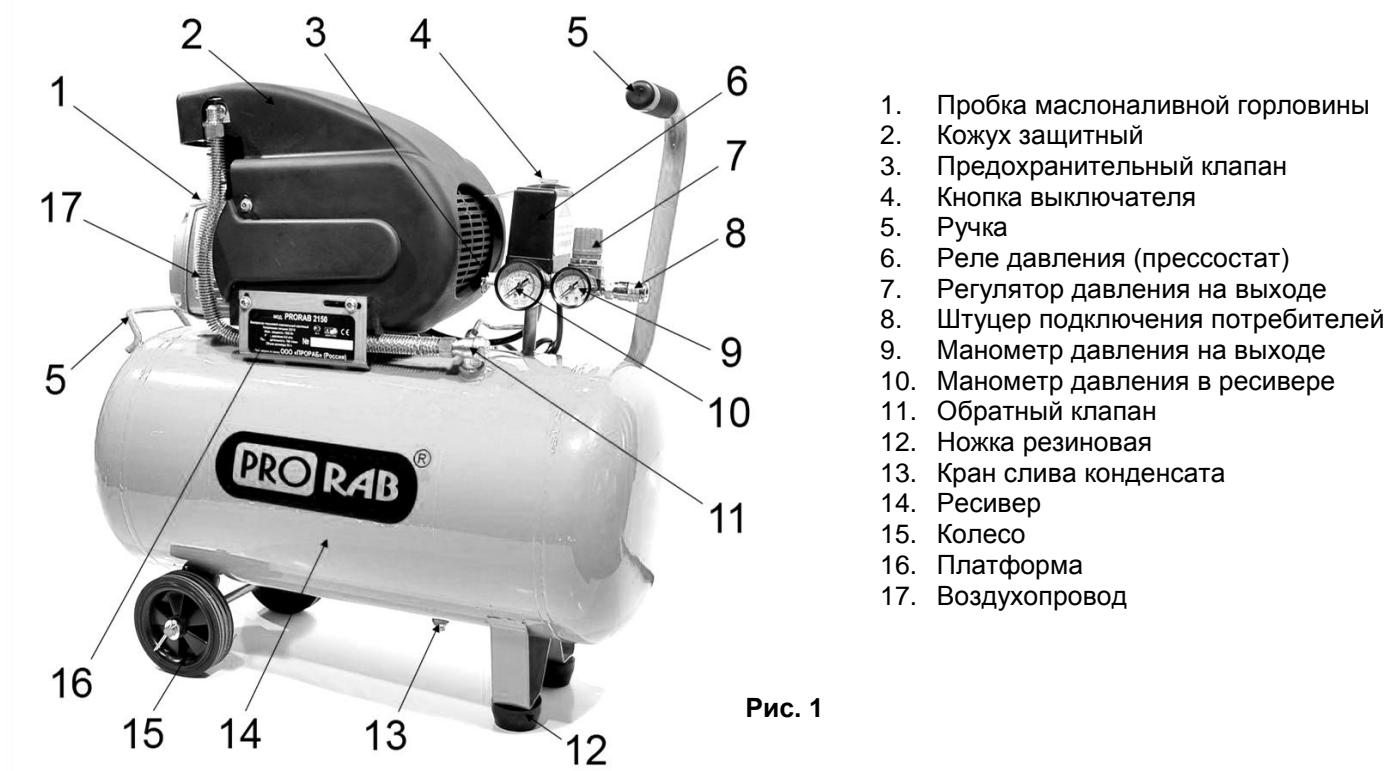

Рис. 1
3.2. Устройство и принцип работы (См. Рис.1)
- Смазка трущихся поверхностей деталей поршневого блока осуществляется разбрызгиванием масла. Заливка масла в картер производится через отверстие в корпусе картера (1)(См. Рис.1), слив масла - через отверстие ниже заливной горловины. Уровень масла должен находиться в пределах красной метки смотрового окна.
- Ресивер (воздухосборник) (14)(См. Рис.1) служит для сбора сжатого воздуха, выравнивания пульсации воздуха, получающейся в результате возвратно-поступательного движения поршня компрессора, отделения конденсата и масла. Ресивер является также корпусом, на котором смонтированы узлы и детали компрессора.
- Ресивер имеет штуцеры для установки реле давления (прессостата) (6), обратного клапана (11), крана слива конденсата (13), предохранительного клапана (3), а также кронштейны для его установки на платформе (16).
- Платформа (16) предназначена для монтажа поршневого блока, электродвигателя, защитного кожуха (2).
- Реле давления (прессостат) (6) служит для обеспечения работы компрессора в автоматическом режиме, поддержания давления в ресивере.
- Штуцер (8)(См. Рис.1) с регулятором давления (7) предназначен для подачи воздуха потребителю.
- Клапан предохранительный (3) служит для ограничения максимального давления в ресивере и отрегулирован на давление открывания, превышающее давление нагнетания не более чем на 15%.
- Обратный клапан (11) обеспечивает подачу сжатого воздуха только в направлении от поршневого блока к ресиверу.
- Кран слива конденсата (13) служит для удаления конденсата из ресивера.
- Манометр (10) предназначен для контроля давления в ресивере.
- Блок управления включает в себя: манометр давления в ресивере (10); манометр давления на выходе (9); реле давления (прессостат) (6); регулятор давления на выходе (7); кнопку пуска (4); предохранительный клапан (3).
- Убедитесь в том, что кнопка пуска (4)(См. Рис.1) на реле давления (6) находится в положении «Выключено». Вставьте вилку питающего электрического кабеля в соответствующую розетку.
- Нажмите на кнопку пуска (4)(См. Рис.1) реле давления, чтобы установить ее в положение «Включено». В течение 10 мин компрессор должен работать без нагрузки в холостом режиме, для обеспечения равномерного распределения смазки в цилиндропоршневой группе.
- Остановите компрессор, вновь нажав на кнопку пуска (4)(См. Рис.1).
- Присоедините к раздаточному штуцеру (8) шланг потребителя.
- Для включения нажмите на кнопку пуска (4)(См. Рис.1) реле давления, чтобы установить ее в положение «Включено».
- Подсоедините шланг подачи сжатого воздуха к штуцеру (8)(См. Рис.1).
- Постоянное использование максимального давления на выходе необязательно в работе. Зачастую, используемый пневмоинструмент (например, краскораспылитель) требует меньшего давления (порядка 3 - 5 бар). В таких случаях рекомендуется выставлять требуемое давление при помощи регулятора (7)(См. Рис.1), что позволяет снизить нагрузку на компрессор и соответственно увеличивает его ресурс.
- Дождитесь повышения давления в ресивере (14)(См. Рис.1) до максимального и срабатывания реле давления (6).
- Потяните рукоятку регулятора на себя, и вращением по часовой (увеличение) или против часовой стрелки (уменьшение) регулятора давления (7) установите необходимую величину давления, руководствуясь при этом показаниями манометра на выходе (9).